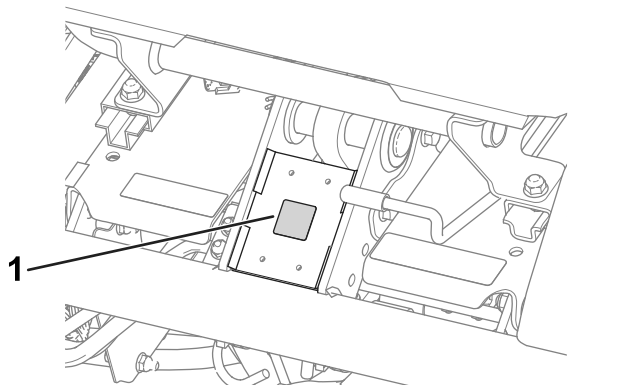

Figura 9
- Coloque o adesivo de conformidade CE debaixo da parte dianteira do banco (Figura 9).